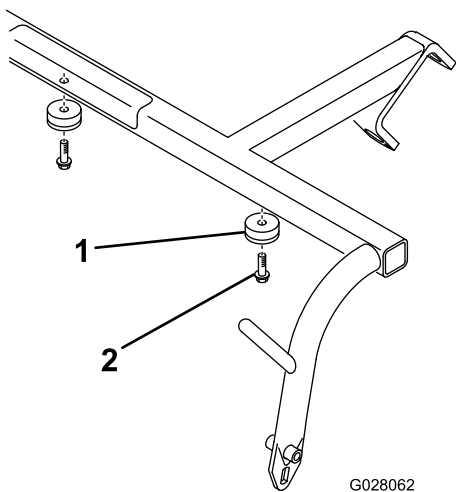

Bild 3
2. Befestigen Sie zwei vertieften Puffer mit zwei Blechschrauben an der Unterseite jedes Querrohrs am Zugarm (Bild 3).
- A. Entfernen Sie die Schrauben oder Muttern, mit denen die Außenseiten jeder Antiskalpierrollenwelle an jedem Ende des Trägerrahmens befestigt ist (nur Außenende der Wellen), siehe Bild 3.